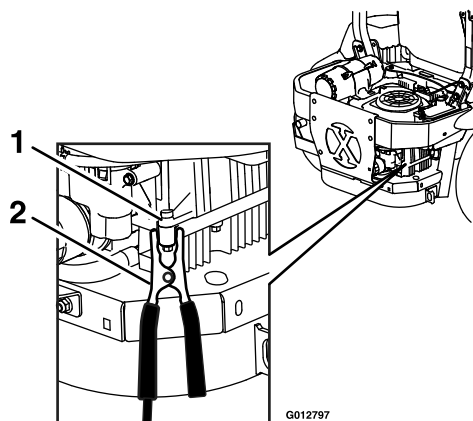

Figura 30
6. HAGA LA CONEXIÓN FINAL AL BLOQUE MOTOR DEL VEHÍCULO QUE NO ARRANCA (NO AL BORNE NEGATIVO DE LA BATERÍA), EN UN PUNTO ALEJADO DE LA BATERÍA. APÁRTASE (ver Figura 30).